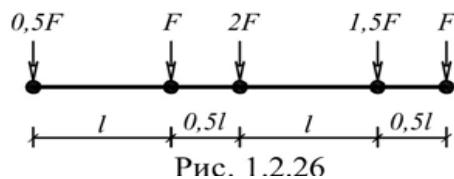

Рис. 1.2.26
3. найти максимальное и минимальное значение изгибающего момента в сечении  $k$  от подвижной системы связанных грузов, показанной на рис. 1.2.26.